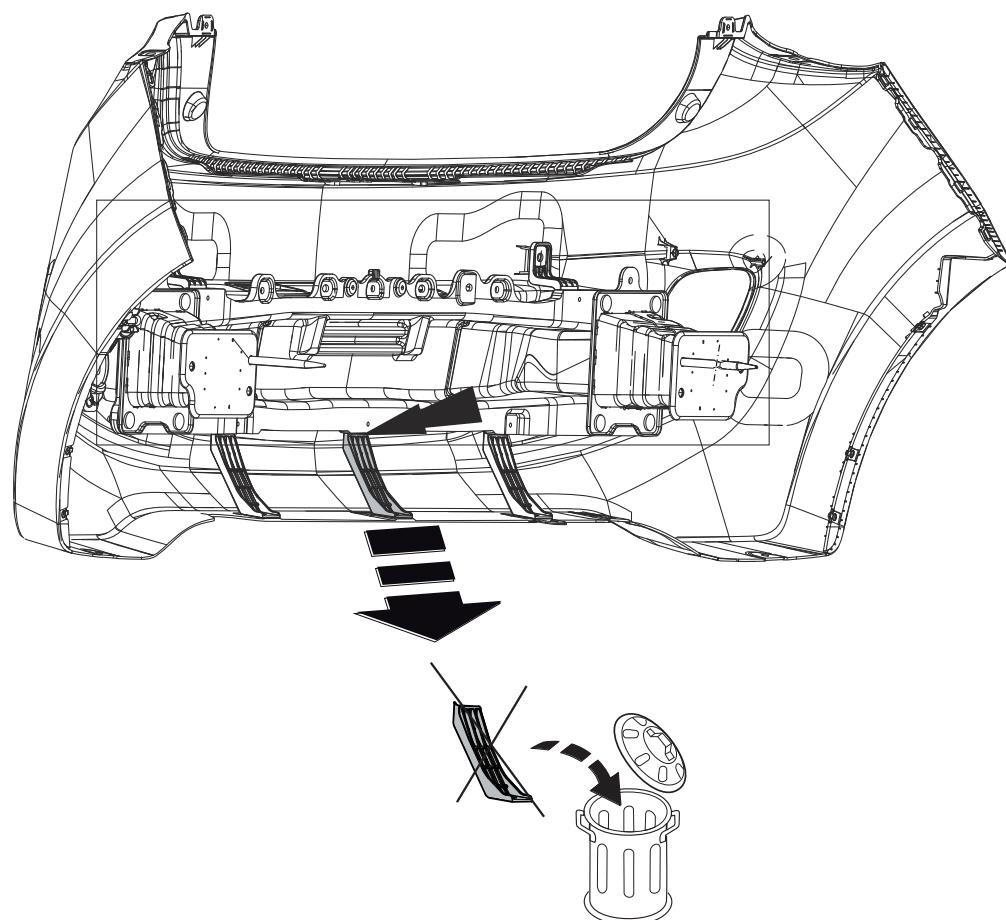

Fig. 2
2. Remove the part indicated. See figure 2.
2. Den Angelebenen Teil abmontieren. Siehe Abbildung 2.
2. Démonter la partie indiquée. Voir la figure 2.
2. Demontér den angivne del. Se fig. 2.